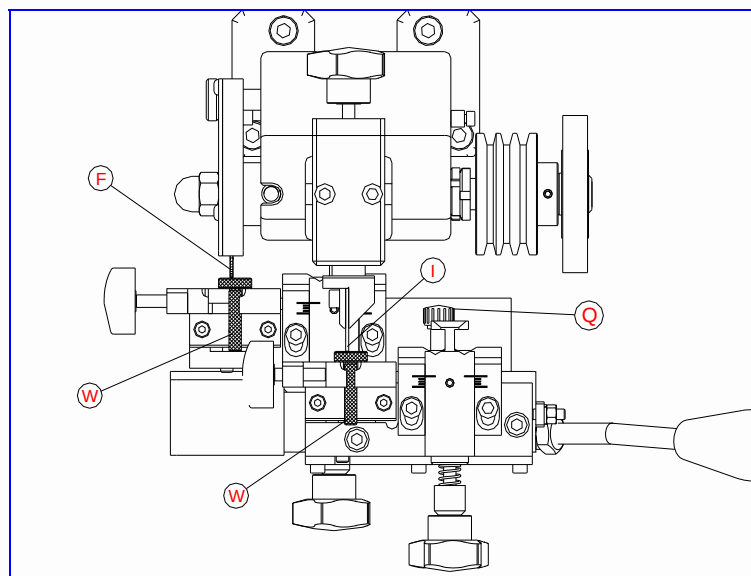
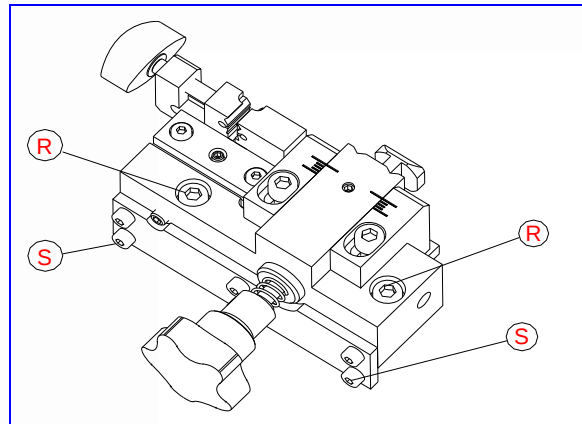

Fig. 11
Fig.12
- Colocar las dos piezas de reglaje (W) haciendo tope en la mordaza, tal y como indica en la Fig 11. Avanzar la varilla (Q) para que la mordaza se quede en su posición correcta de reglaje.
- Acercar las mordazas hacia el índice copiadore (I) y la fresa (F), de forma que las piezas de reglaje se ajusten sobre el índice copiadore y la fresa.
- Aflojar los dos tornillos (R) y (S) de la mordaza y mediante una pequeña maza de plástico, darle ligeros golpes delante o detrás de forma que el mismo coincida con la pieza de reglaje. Ver Fig 12.
- La distancia queda perfectamente regulada, coincidiendo el índice copiadore y la fresa con las respectivas piezas de reglaje. Seguidamente, apretar, bloqueándolos, los tornillos (R) y (S) del soporte.